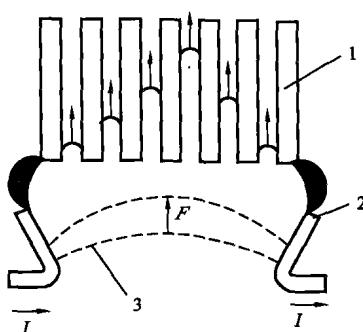

图 1-4 棚片灭弧装置示意图
(4) 棚片灭弧法。图 1-4 所示为棚片灭弧装置示意图。由灭弧栅片（由多片镀铜薄钢片组成）、绝缘夹板等部件组成。当电器触点断开时，电弧在吹弧电动力的作用下被推向栅片，电弧被栅片分割成数段串联短电弧，而栅片变成短电弧的电极。栅片的作用还在于能导出电弧的热量，使电弧迅速冷却，同时每两片灭弧栅片可以看成一对电极，而每对电弧间都有 150~250V 的绝缘强度，使整个灭弧栅的绝缘大大加强，而每个栅片间的电压却不足以达到电弧燃烧的电压。所以，电弧进入灭弧栅后就能很快地熄灭。